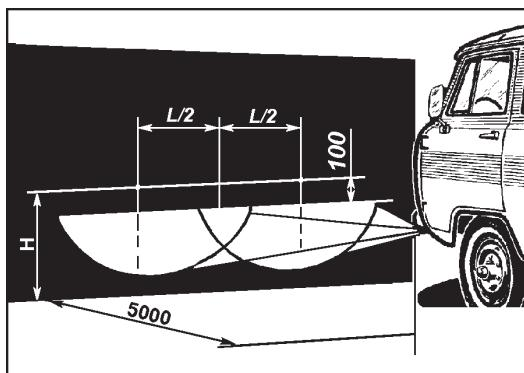

Рис. 9.39. Разметка экрана для регулировки противо-туманных фар:
**Противотуманные фары** регулируйте так, чтобы световые пятна на стене или экране были расположены, как показано на рис. 9.39. Для замены лампы поверните патрон в сбое с лампой против часовой стрелки и выньте его из гнезда.